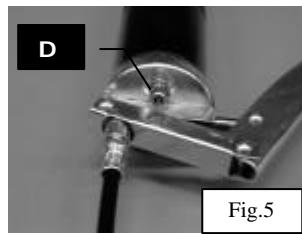

Fig.5
Spurgare bene l'aria dallo sfiato (D), premendo sull'apposita sferetta interna (**Fig. 5**).
*Make the air go out from the (D) valve, pressing on the suitable internal sphere (**Fig. 5**).*